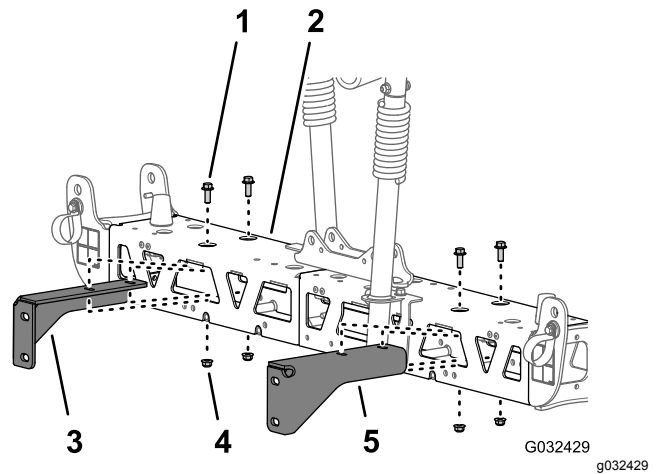

图 51
2. 拧下将支撑托架固定至中间喷洒段的 2 个凸缘头螺栓 3/8 x 1 英寸和 2 个凸缘锁紧螺母 3/8 英寸然后取下托架图 51。
3. 拧下将其他支撑托架固定至中间喷洒段的 2 个凸缘头螺栓 3/8 x 1 英寸和 2 个凸缘锁紧螺母 3/8 英寸然后取下托架图 51。